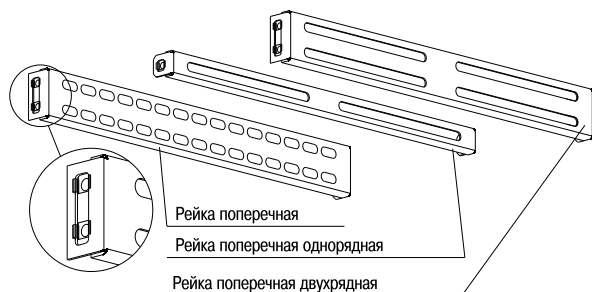

Рисунок 19
9.1 Вставьте по две кузовные гайки в каждый паз на боковых поверхностях Рейки поперечной, Рейки поперечной двухрядной и по одной кузовной гайке в каждый паз на боковой поверхности Рейки поперечной односторонней (рисунок 19).